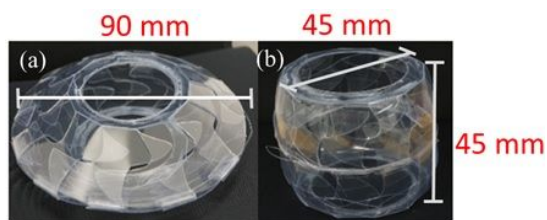

図 5. 手術用スパーサーへの展開
(5) もう一つは手術用スパーサーへの応用である。教材とは異なる分野であるが、医工学の研究者から関心を呼び、図5に示すような試作を行った。